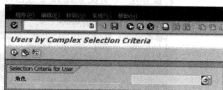

图 14-26 按权限查询用户界面
STEP 1 选择“用户→Users by Complex Selection Criteria→By Role”选项，然后单击“”按钮，进入按权限查询用户界面，如图 14-26 所示。